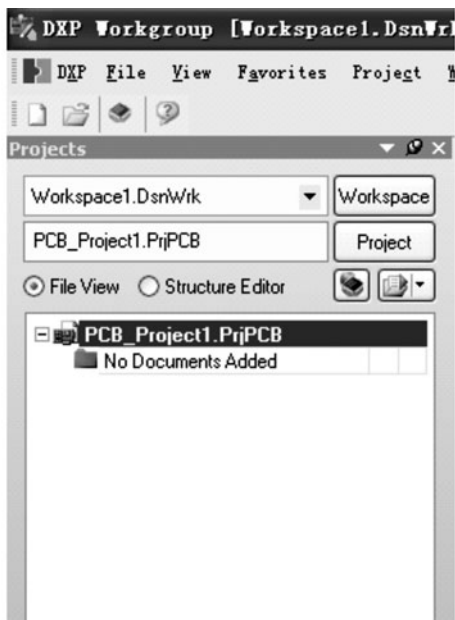

图 1-6 工作区面板 Projects
(2) 在工作区面板 Projects 中,如图 1-6 所示,新的项目文件,“PCB _ Project1.PrjPCB”与“No Documents Added”文件夹一起列出。